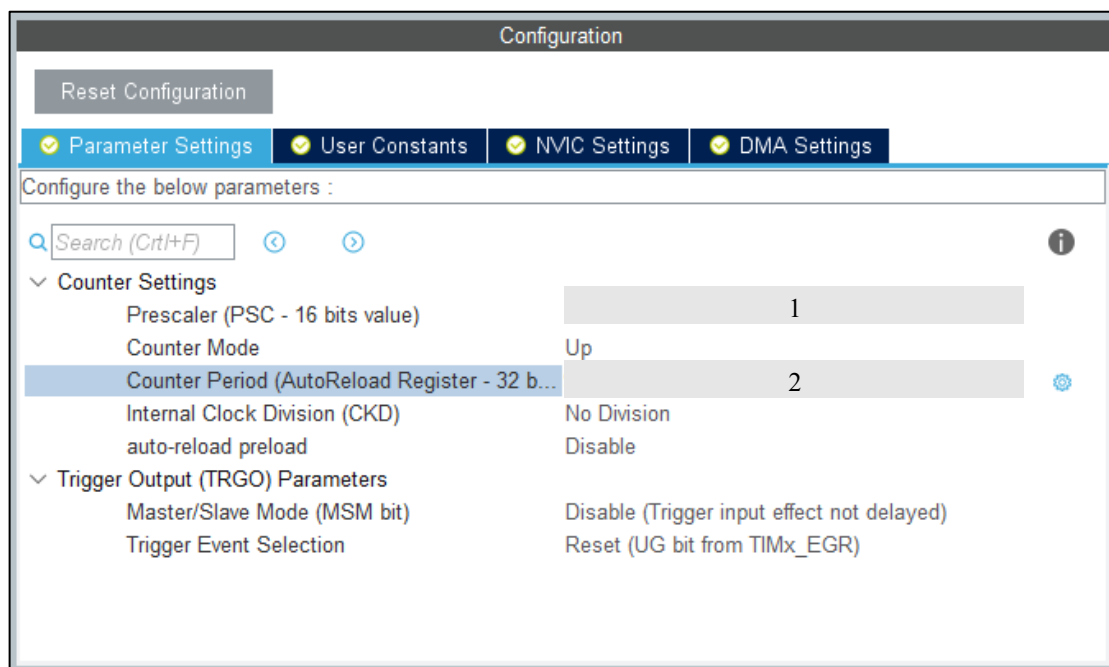

图 6 Cube 中关于定时器的配置
在某次嵌入式实验中，要求使用 STM32F407 的定时器 TIM2（总线频率 84MHz）实现 LED 灯以 1s 为周期的翻转控制，某位同学在 Cube 中的配置以及 Keil 中的代码段如图 6 和图 7 所示：
(2) (2 分) 根据实验要求, 采用 TIM2, 如图 6 所示 Cube 中参数 1 配置为 ① 8399 (1 分), 参数 2 处配置为 ② 9999 (1 分)。